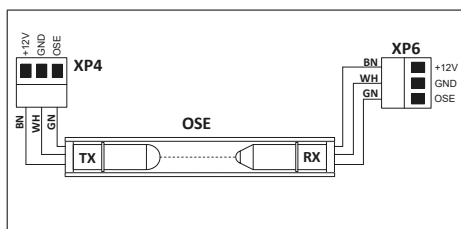

Figura 6 – Bordo di sicurezza optoelettronico (OSE)
- DIP 1** OFF – bordo di sicurezza optoelettronico OSE (Figura 6, 8, 9)
- DIP 2** OFF – bordo di sicurezza OSE a raggio semplice (Figura 6, 8)